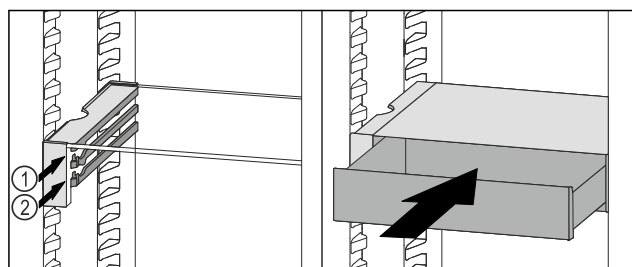

Fig. 63
- ▶ Założyć szufladę VarioSafe za stoperami na wybranych żebrach Fig. 63 (1) lub Fig. 63 (2).